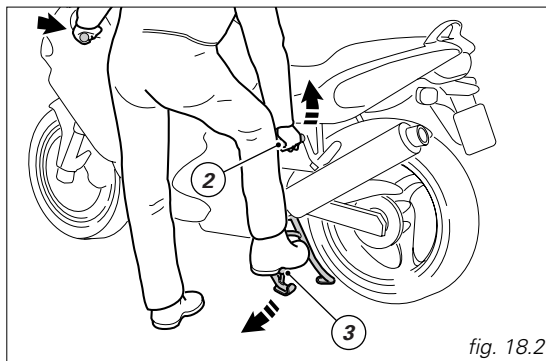

fig. 18.2
Con la mano sinistra tenere la manopola sinistra e con l'altra la maniglia (2, fig. 18.2). Spingere con il piede destro sulla superficie d'appoggio (3) del cavalletto centrale, fino a portarlo a contatto con il suolo; contemporaneamente tirare con la maniglia il motociciclo verso l'alto e all'indietro.